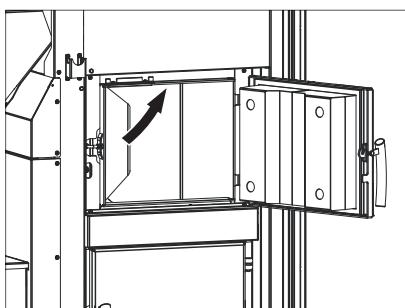
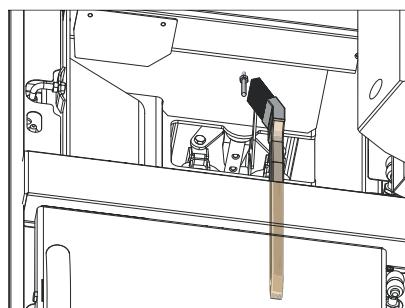

Fig.37 Pulire la sonda Thermocontrol
Fig.38 Pulire la sonda Thermocontrol
- ▶ All'occorrenza, rimuovere la cenere volatile dalla sonda Thermocontrol per mezzo di un pennello. La sonda Thermocontrol si trova nella camera di combustione – Fig. 37, Fig. 38.